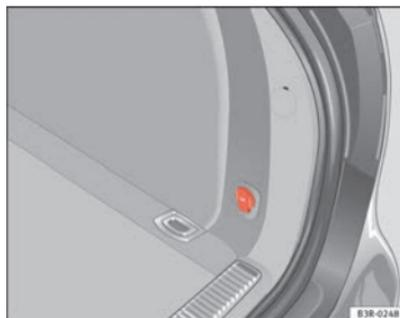

Fig. 136 Detalle del revestimiento lateral del maletero: Toma de corriente de 12 voltios
- Eleve la tapa de la toma de corriente ⇒ fig. 136.